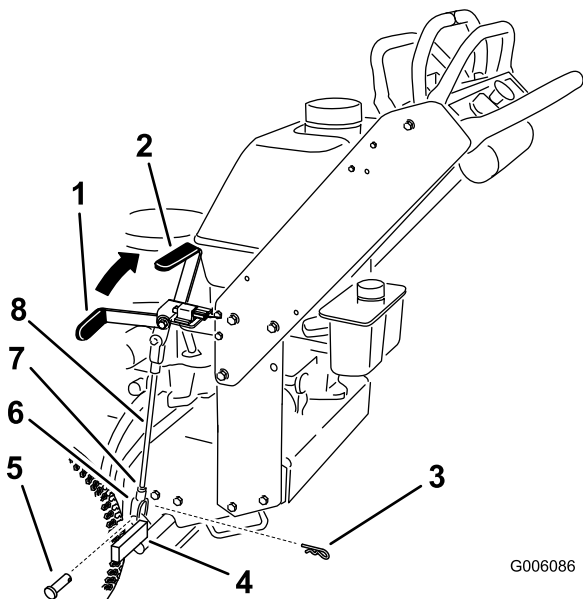

Figura 47
Nota: Cuando el freno está puesto, la palanca de freno debe estar en la posición de la 1 (Figura 47).
5. Afloje las contratueras superior e inferior (Figura 47).
6. Para ajustar el freno, retire el pasador de horquilla y el pasador de la palanca de freno inferior (Figura 47).
- Gire la varilla del freno en las horquillas. Para apretar el freno, aumenta la distancia entre las horquillas. Para aflojar el freno, reduzca la distancia entre las horquillas (Figura 47).
- Fije la horquilla a la palanca de freno inferior con el pasador de horquilla y el pasador (Figura 47).
- Apriete las contratuercas superior e inferior (Figura 47).